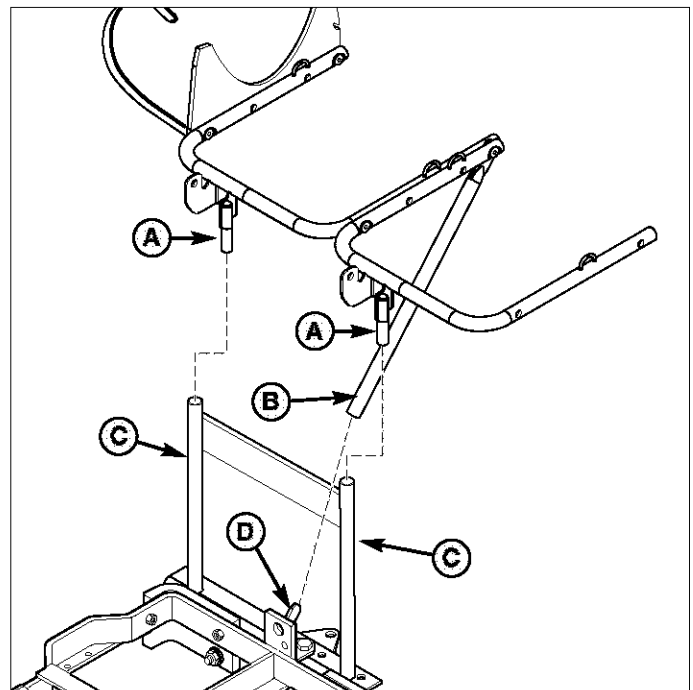

Figura 5. Instalación de Soporte para Saco
1. Coloque el tubo del soporte para saco (B, Figura 5) sobre el poste del sistema de enganche (D).
2. Inserte los postes del soporte para saco (A) por los tubos del sistema de enganche (C). Si los postes no están alineados, ponga un calce en la conexión del perno (E).